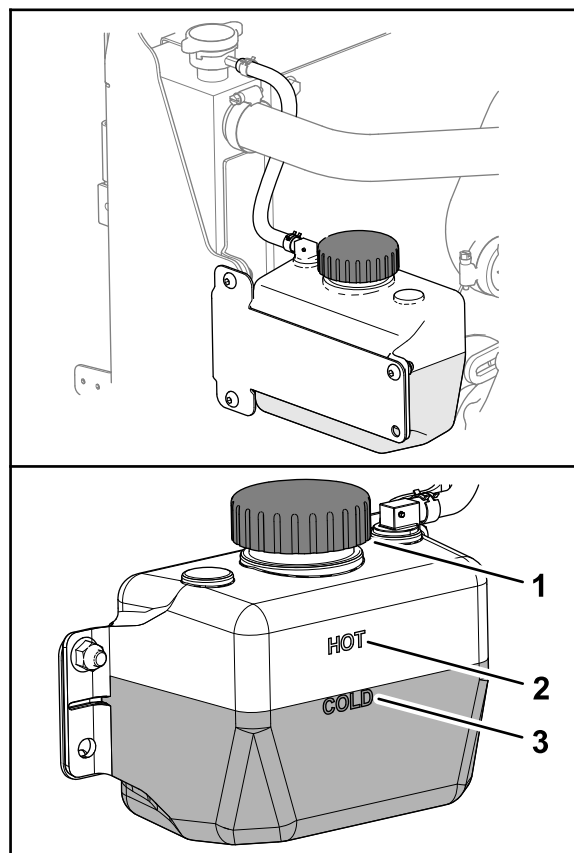

Рисунок 92
3. Проверьте уровень охлаждающей жидкости в бачке (Рисунок 92).